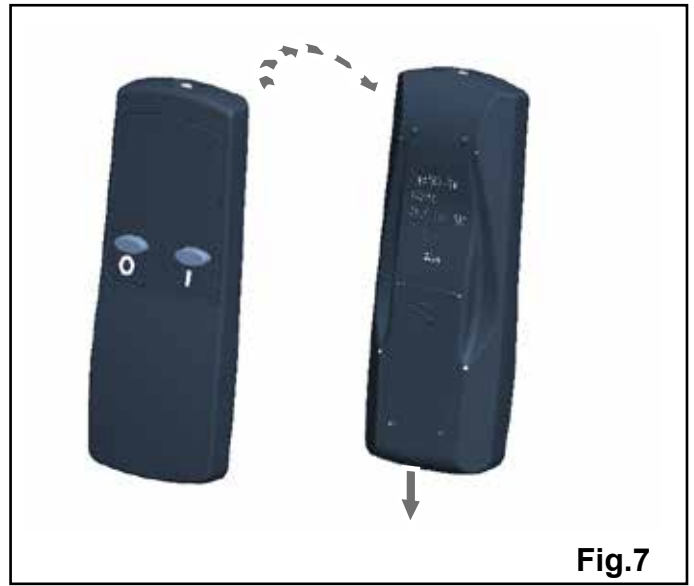

Fig.7
En el panel de control, el interruptor A (ver Fig.2) debe estar en la posición "ON" (I) para que el mando a distancia funcione. El mando a distancia dispone de 3 botones. (Ver Fig.7)
1. Desenganche la tapa de las pilas situada en la parte posterior del mando a distancia. (Ver Fig.7)